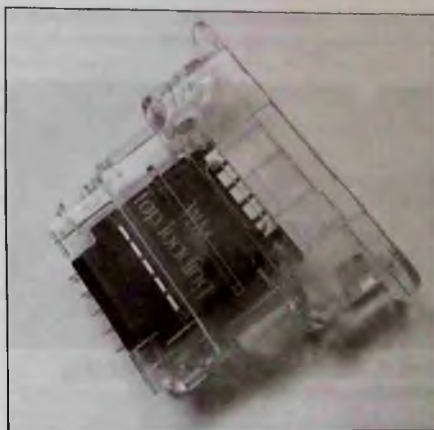

Рис. 7. Внешний вид переходного адаптера C00508145 для ЭМ ARCADIA3 и WINDY
Для подключения к ПК в ЭМ имеется сервисный соединитель J400, к которому, в свою очередь, подключается сервисный ключ HARDWARE (HW) KEY через специальный переходник (заказной код переходника C00508145) — см. рис. 7. С адаптером можно, например, использовать сервисные ключи 289047 и 289048.